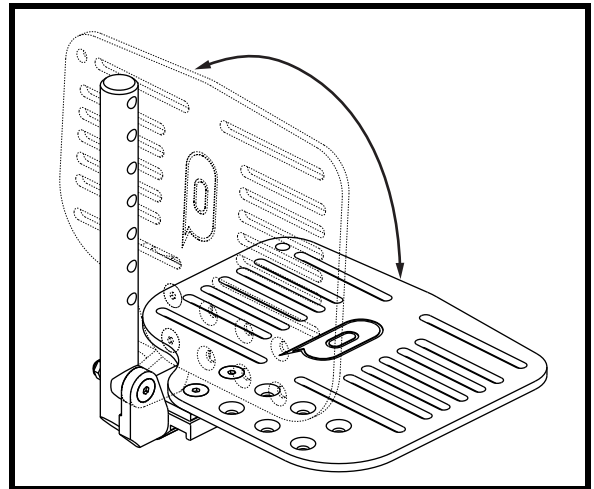
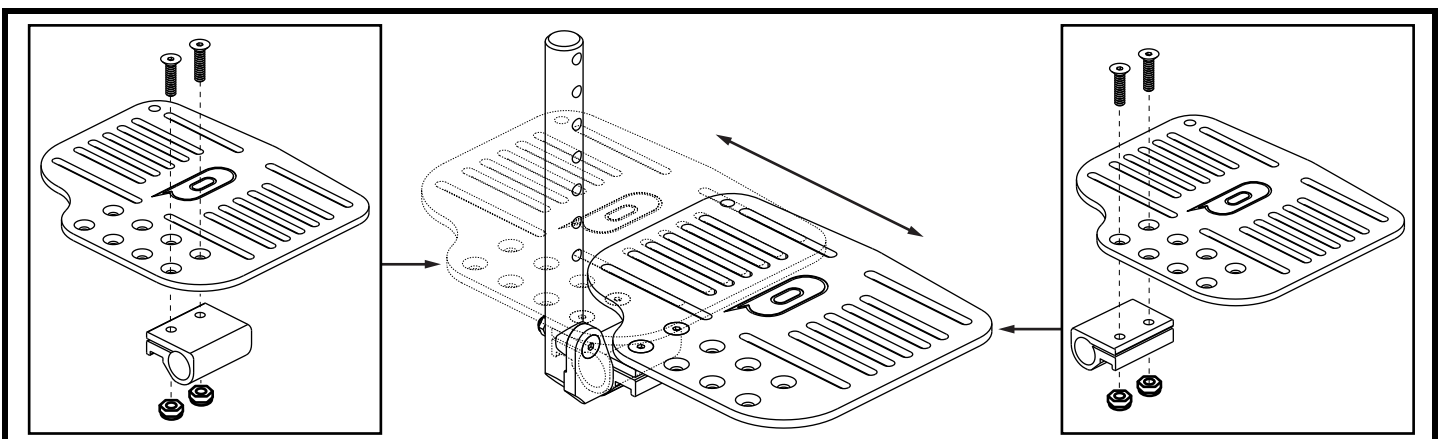

Figure 24. Pour relever les palettes
Figure 26. Réglage de la profondeur de la palette
Les palettes possèdent deux réglages distincts: l'angle et la profondeur. La profondeur peut être réglée sur quatre (4) positions à 2.5 cm (1 po) d'interval. Si la position de la palettes est inversée, vous pouvez ajouter 2 cm (0.75 po) de profondeur totale vers l'avant ou vers l'arrière. **Voir la figure 26.** De plus, les palettes peuvent être relevés pour faciliter les transferts. **Voir la figure 24.**
1. Retirez les vis et les écrous du support de palette. **Voir la figure 26.**
3. Repositionnez la palette et son support sur la longueur désirée. **Voir la figure 26.**